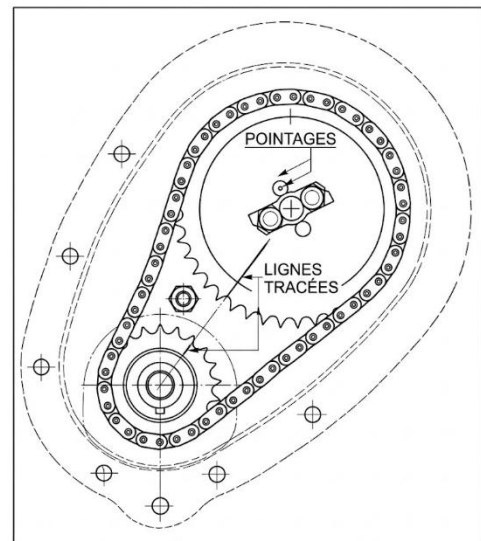

Fig. 21 Repères des pignons pour le calage de la distribution. Notez la clavette du pignon de vilebrequin pointée vers le bas.
De plus, pour éviter toute possibilité de position incorrecte de l'arbre à cames, une marque au pointeau est faite sur l'extrémité de l'arbre à cames à travers un trou de boulon inoccupé et sur la face du pignon de distribution adjacent au trou de la vis de pression ; la (**Fig. 21**) montre le marquage des pignons de distribution.
- (f)** Retirez le carter de distribution en dévissant les sept vis de fixation, les quatre boulons et un écrou. Notez les repères de calage sur les pignons et l'arbre à cames ; cela facilitera le remontage (voir **Fig. 21**).
Lors du réglage de la distribution, le moteur doit être positionné avec les **pistons n° 1 et 4 au point mort haut (T.D.C.)**. Dans cette position, la rainure de clavette du pignon de calage du vilebrequin pointe **verticalement vers le bas**, comme illustré à la Fig. 21.
- **(i)** Les pignons de distribution sont maintenant marqués d'un trait de repère comme illustré à la Fig. 21.